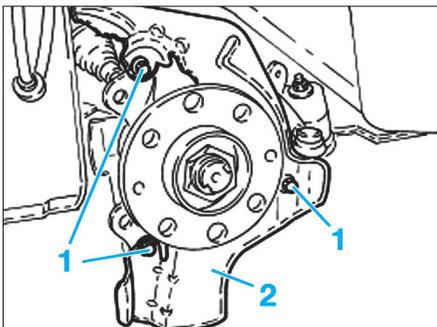

Fig. 13
- les vis de fixation (1) (Fig.13),
- la protection (2) du disque de frein.